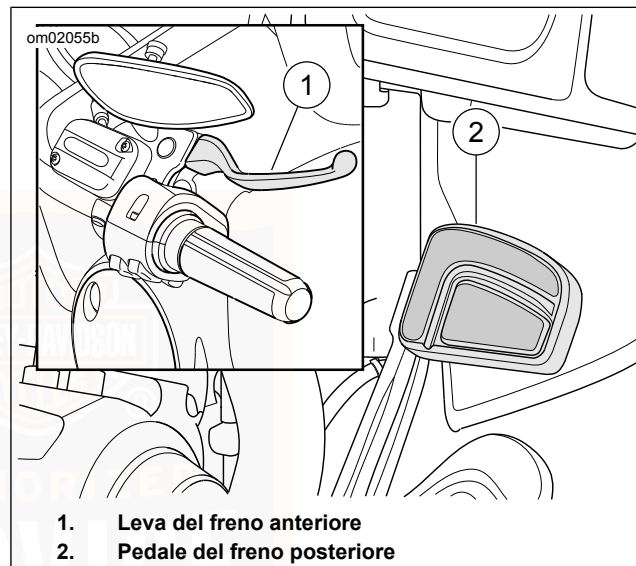

Figura 46. Comandi dei freni
Vedere Figura 46 La leva del freno anteriore (1) aziona il freno della ruota anteriore. La leva è collocata sul semimanubrio destro. Azionare la leva con le dita della mano destra.
Vedere Figura 46 Il pedale del freno posteriore (2) aziona il freno della ruota posteriore. Il pedale è collocato sul lato destro. Azionare il pedale del freno posteriore con il piede destro.